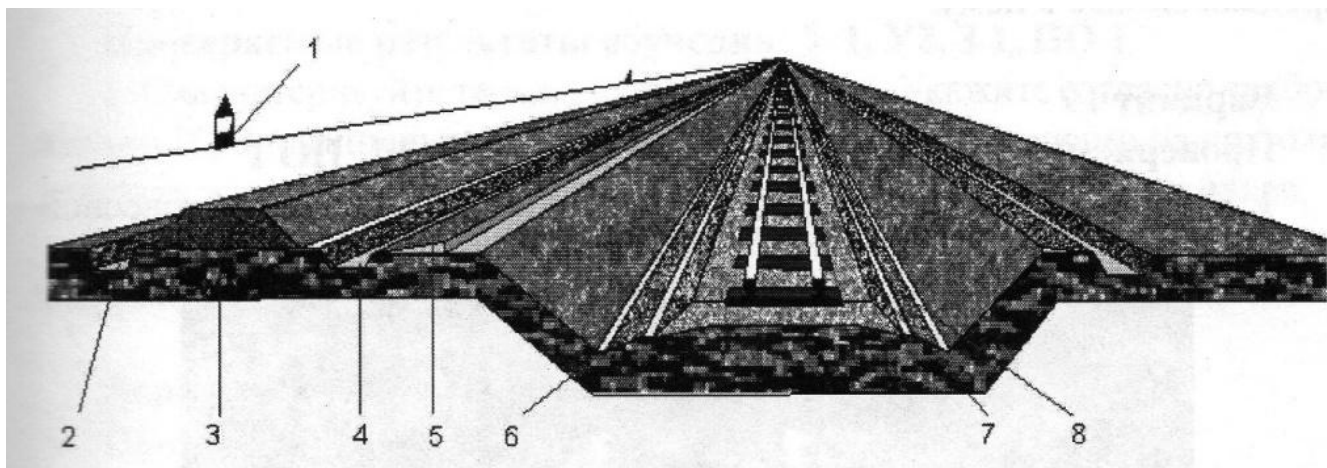

Рис. 34. Разрез поперечного профиля земляного полотна
1. Опишите назначение полосы отвода земель для железных дорог, укажите элементы полосы отвода, указанные на рис. 34.